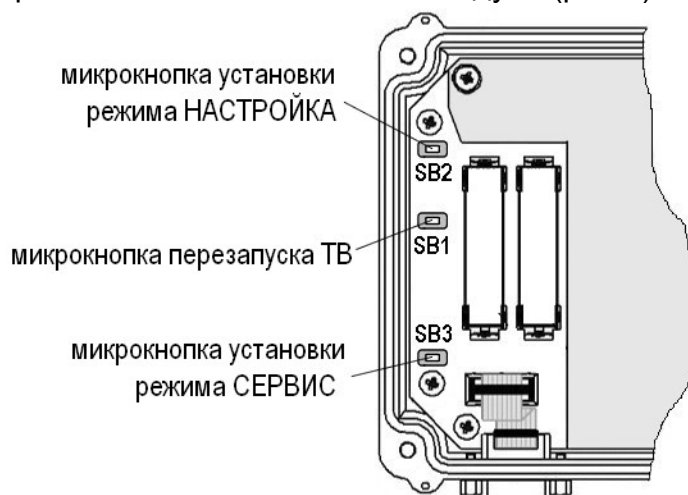

Рис.5. Кнопки управления уровнями доступа ТВ.
1.6.4. Режимы СЕРВИС и НАСТРОЙКА задаются посредством нажатия соответственно на микрокнопки SB3 и SB2, расположенные на плате измерительно-вычислительного модуля (рис.5):
- перевести прибор в режим СЕРВИС, нажав на микрокнопку SB3 (см. рис.5 ↗);
- 3.1.3. После завершения ввода установочных данных перевести ТВ в режим РАБОТА, выполнив кратковременное нажатие на микрокнопку SB3 (см. рис.5 ↗).